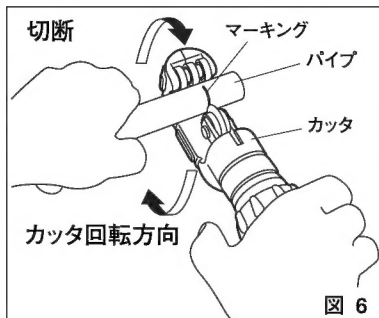

図 6
(2) パイプ切断、スクレーパ
- ①パイプの切断位置をマーキングしカッタをセットしてください。(図6)
- ②ノブを少しずつ回し刃を送り込みながらカッタ本体を矢印の方向に廻してください。(図6)